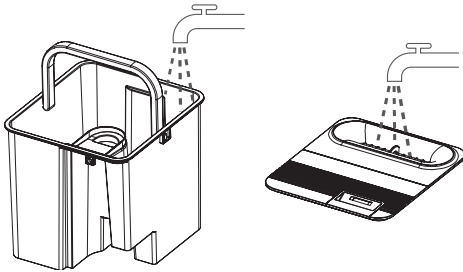

Рис. 2
5. Извлеките резервуар для воды или воспользуйтесь верхним заливом на крышке устройства (см рис. 2).